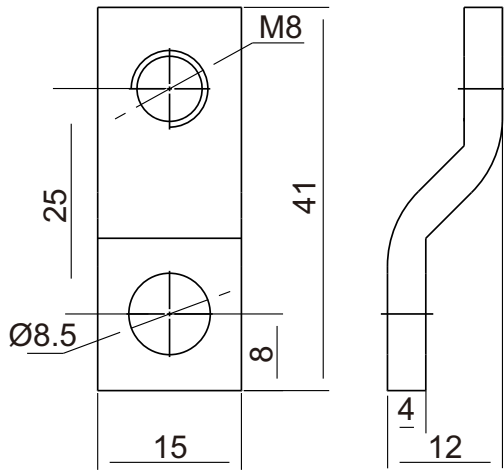
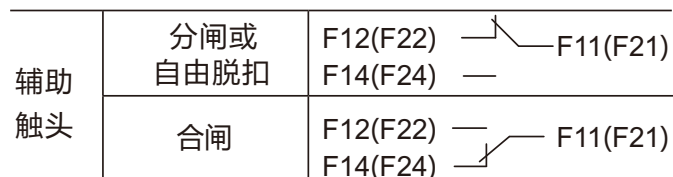
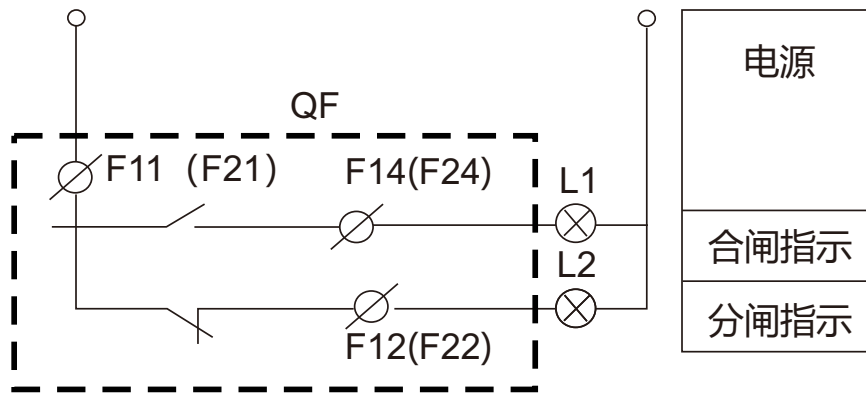

图3 RDM5Z-125附件板
图6 辅助触头状态示意图
图7 辅助触头接线示意图
RDM5Z断路器所提供的连接附件为板前联结板(非标配), 需要时请订购。连接附件的尺寸示意图如图3到图6所示。
6.5.1 辅助触头状态示意图及接线示意图见图6及图7